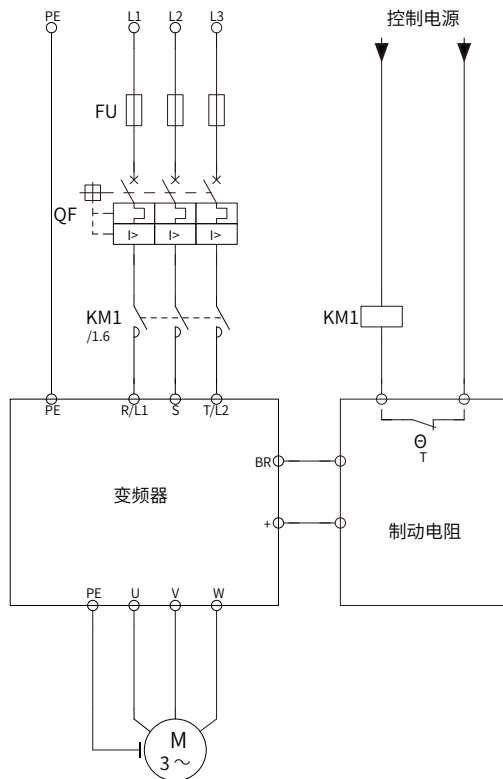

图 9-23 电磁接触器控制回路
- ◆ 在有安装制动电阻的应用中，为了保障安全，避免异常情况下制动电阻过热烧毁，建议使用在电阻内装有温度开关的电阻器，并将温度开关输出连接到变频器前端的电磁接触器控制回路中（如图 9-23 示意），做连锁保护功能，当电阻过热时，触发故障跳闸，避免烧毁。